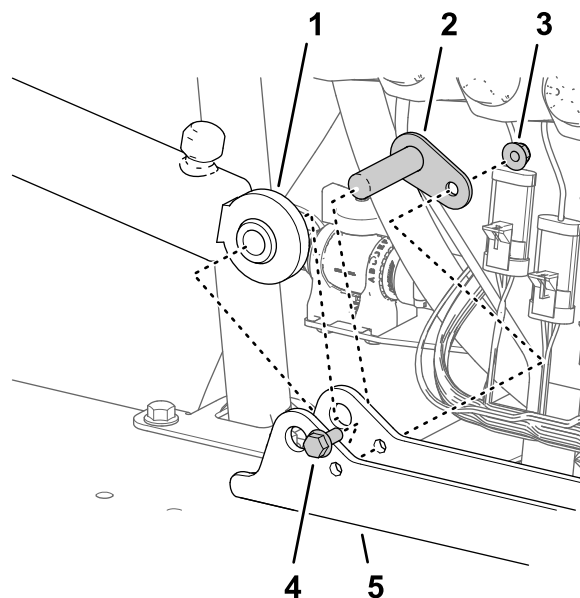

Figura 116
2. Montate il cilindro sul relativo supporto con il perno orientabile, il bullone a testa flangiata e il dado flangiato (Figura 116).
1. Allineate l'estremità fissa del cilindro di sollevamento che avete rimosso al passaggio 3 di Rimozione dei cilindri di sollevamento (pagina 24) al foro da 16 mm sul supporto del cilindro (Figura 116).